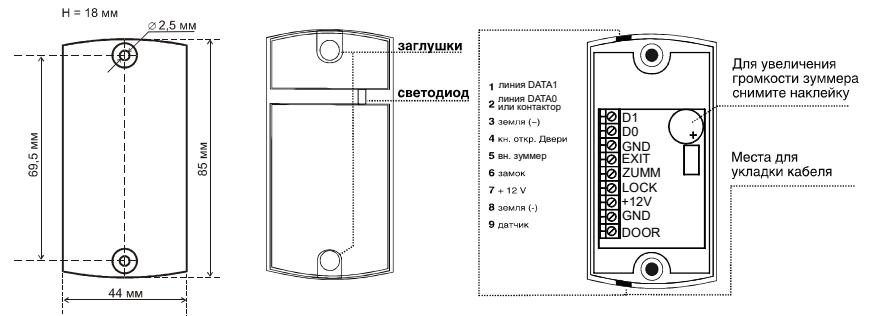

Рис.1 Габаритные размеры
1. Разметьте и просверлите отверстия для крепления под размер отверстий контроллера (см. Рис.1).